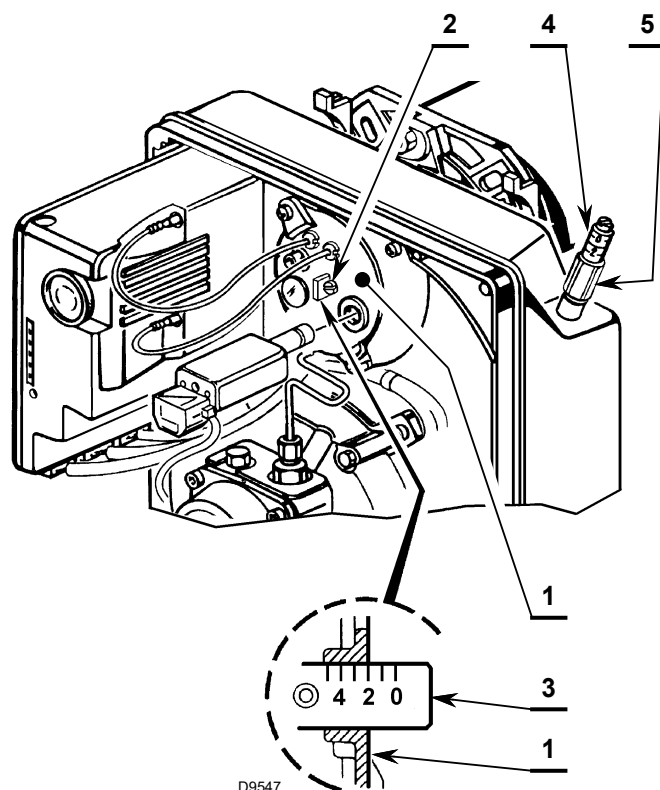

Fig. 11
- ruotare in senso orario o antiorario la vite di regolazione 2)(Fig. 11) fino a che la tacca incisa sulla staffa di regolazione 3)(Fig. 11) coincide con il piano esterno del gruppo portaugello 1)(Fig. 11).
- Allentare il dado 5)(Fig. 11) e tarare la serranda agendo sulla vite 4)(Fig. 11).